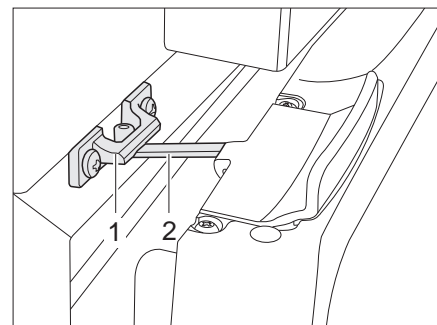

Bild 142 Kühlschranktür in Lüftungsstellung (Thetford)
- Verriegelung (Bild 142,2) aufklappen und in der Verriegelungsaufnahme (Bild 142,1) einrasten. Die Kühlschranktür bleibt damit leicht geöffnet.